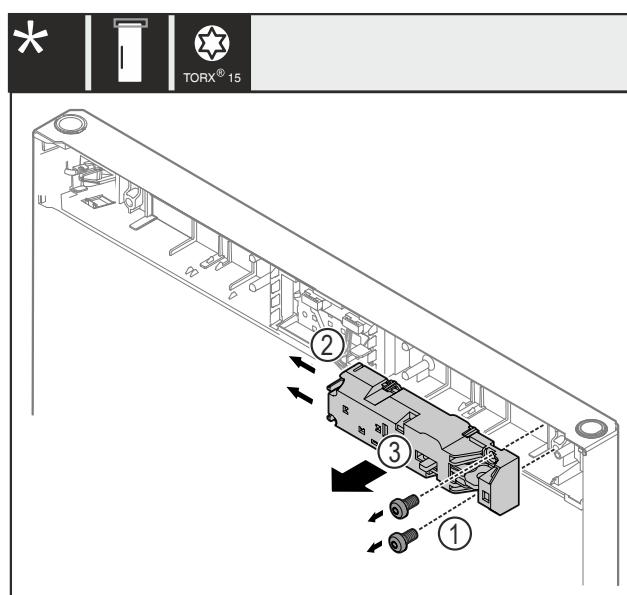

Fig. 21
▶ 移除螺钉 Fig. 21 (1)。
▶ 将止动凸缘 Fig. 21 (2)按向一侧并取下遥控锁 Fig. 21 (3)。